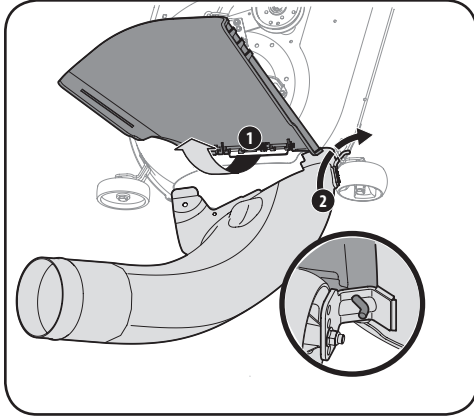

Figura 4-25
- Fije el codo del canal de descarga en la plataforma de corte usando una perilla de aletas (720-04122) incluida con el kit de la embolsadora. Consulte la Figura 4-25.